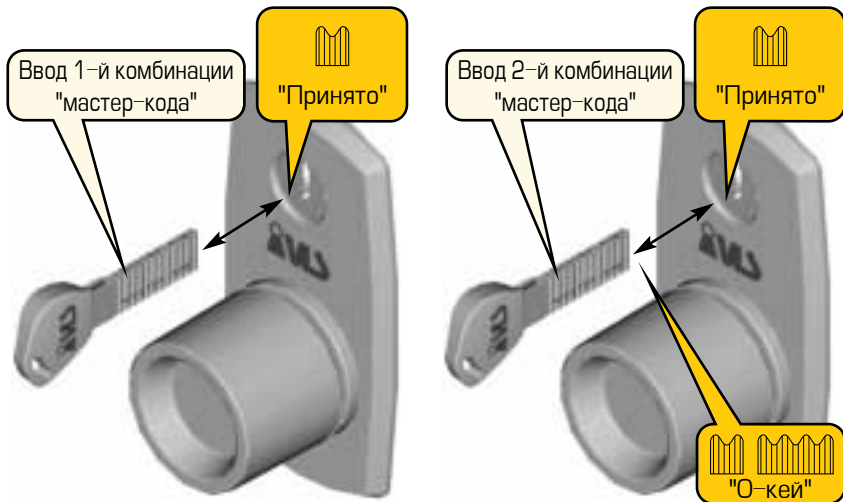

Рисунок 24 – Вход в режим программирования – ввод «мастер-кода»
1. Для входа в режим программирования введите Ваш "мастер-код" (рис.24). Для этого:
1. Для входа в режим программирования введите Ваш "мастер-код" (рис. 24). Для этого: